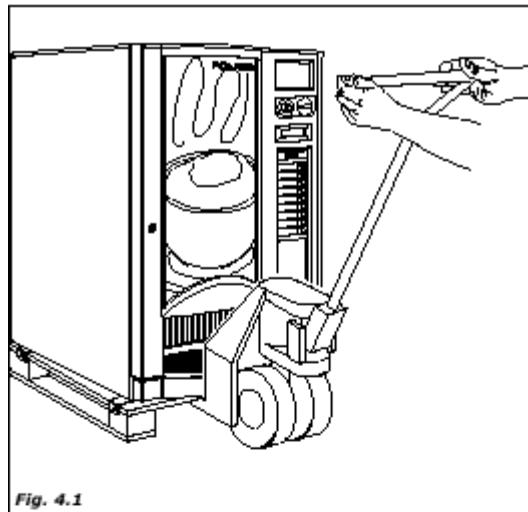

Fig. 4.1
4.1 Перемещение и транспортировка (рис. 4.1)